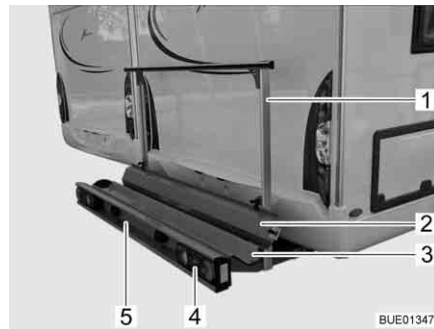
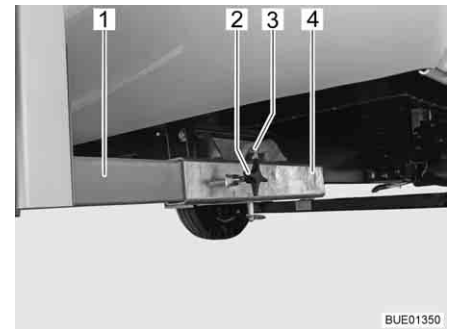

Bild 7 Lastenträger
Bild 8 Befestigung am Fahrzeug
Der Lastenträger (Bild 7) ermöglicht die Mitnahme eines Motorrads oder eines Motorrollers mit einem Gewicht bis zu 130 kg.
- Trägerwanne (Bild 7,3) und Haltebügel (Bild 7,1) mit Befestigung am Fahrzeug (Bild 8)
- Heckleuchten (Bild 7,4)
- Kfz-Kennzeichenbeleuchtung (Bild 7,5)
- Auffahrschiene (Bild 7,2)
Die beiden Längsträger (Bild 8,1) des Lastenträgers sind durch Knebelschrauben (Bild 8,2) an den Vierkantaufnahmen (Bild 8,4) am Fahrzeugboden fixiert. Gesichert ist der Lastenträger durch einen Bolzen (Bild 8,3) mit Sicherungsring.